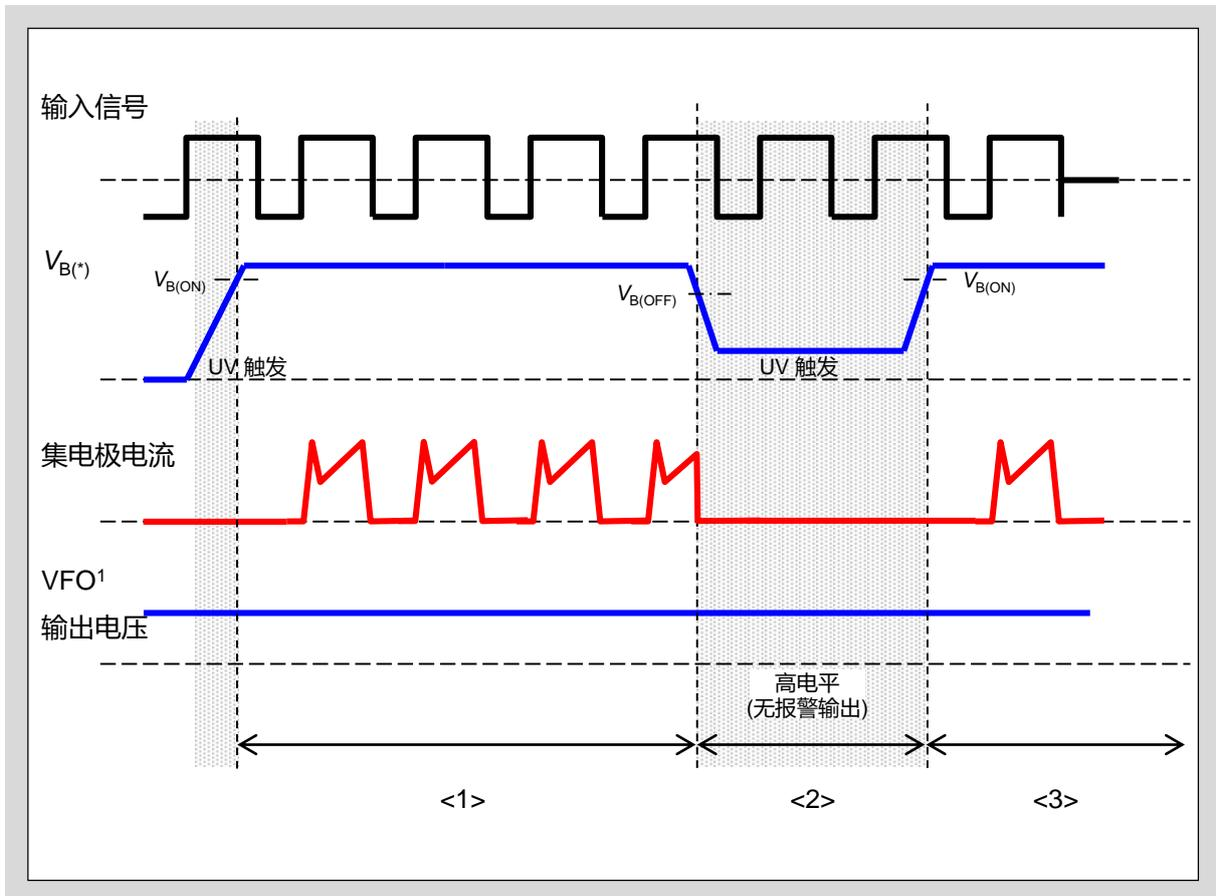

图3-5  $V_{B(*)}$  欠压保护动作时序(上桥)
- 图3-5是  $V_{B(*)}$  的欠压保护动作时序。